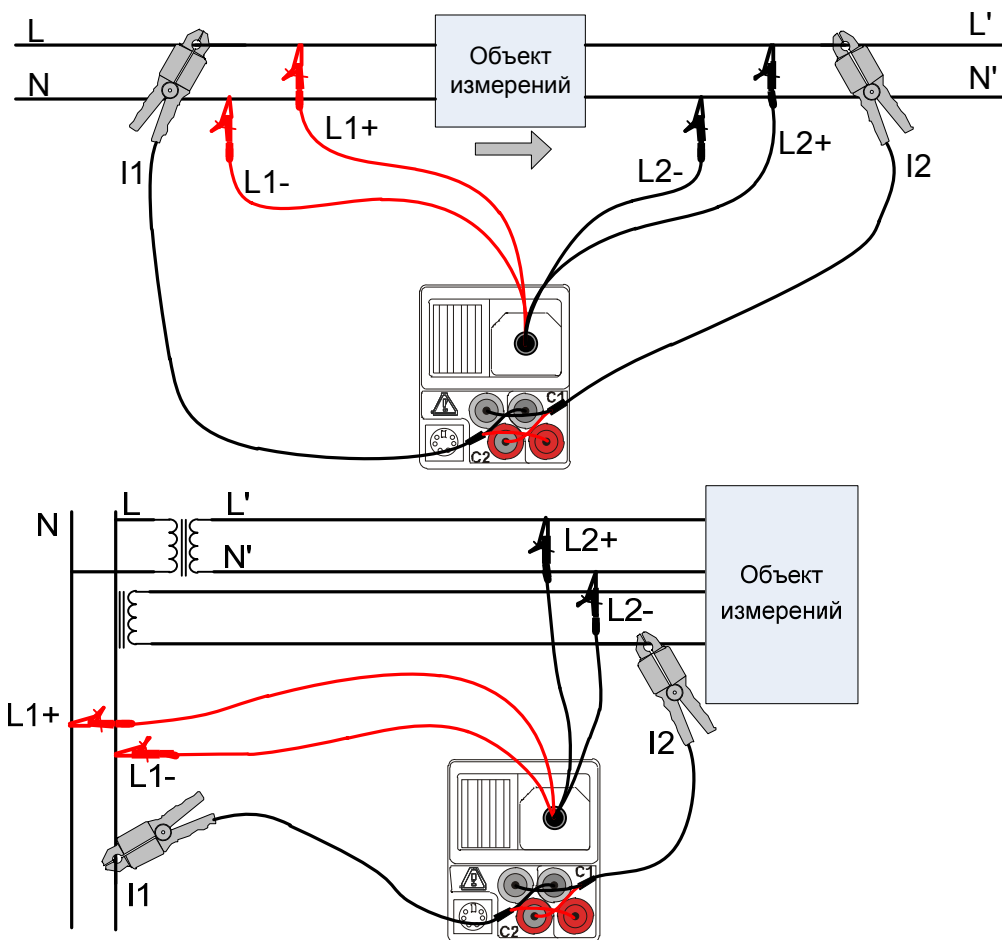
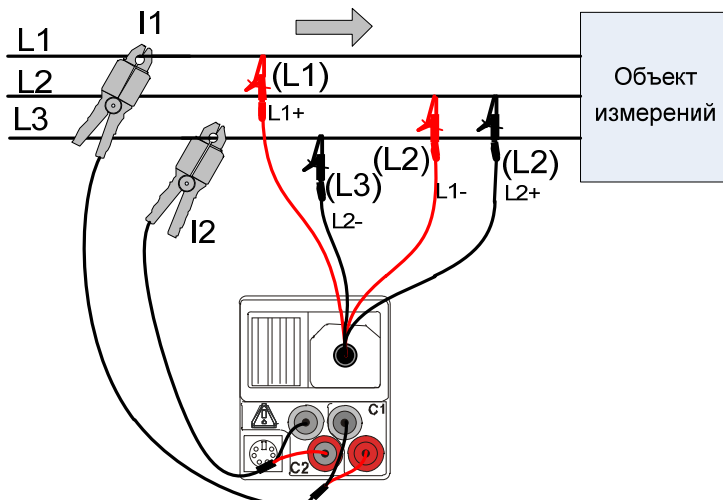

Рисунок 4.3: 2-фазное соединение
Рисунок 4.4: 3-фазное соединение
- **Подключите** измерительные провода к объекту измерений (см. рисунок 4.3 и рисунок 4.4).